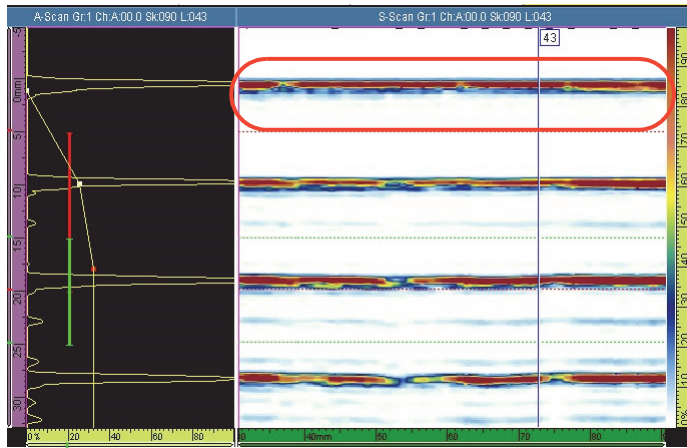

Figura 4-1 Ejemplo de la representación S-scan sin burbujas
5. De ser necesario, levante el escáner, limpie cualquier burbuja proveniente de la sonda usando uno de sus dedos, y repita esta acción hasta haber eliminado completamente las burbujas (vea la Figura 4-1 en la página 44).